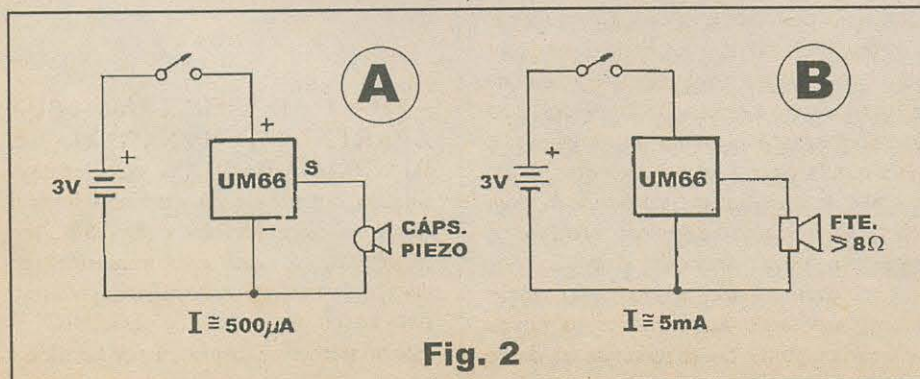
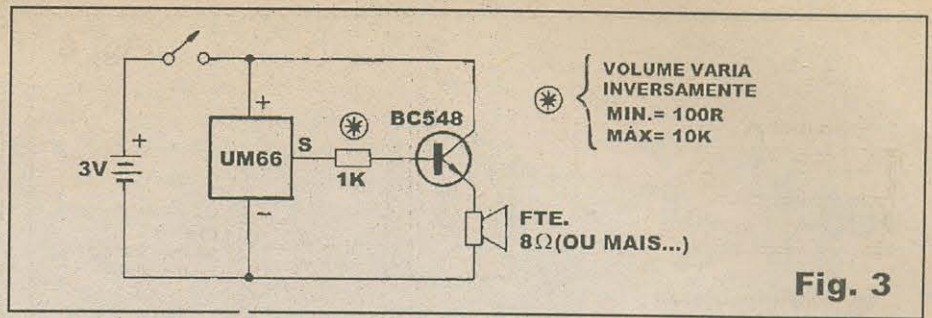

Fig. 2
Fig. 3
- FIG. 2 - CIRCUITAGEM TÍPICA PARA EXTRAÇÃO DA MELODIA...
- FIG. 3 - DIAGRAMA ESQUEMÁTICO DE UM CIRCUITINHO PRÁTICO - O esqueminha mostra o pequeno circuito prático, objeto da presente montagem introdutória para o UM66... Com o acréscimo de apenas mais dois componentes - um resistor de 1K e um transistor universal NPN, tipo BC548 - poderemos obter num falantinho, um volume sonoro e uma qualidade de áudio sensivelmente superiores às conseguidas em qualquer dos arranjos mostrados na **FIG. 2**...! É importante notar que o volume final do som varia inversamente com o valor realmente atribuído ao resistor... Recomendamos que o dito resistor seja dimensionado nos 1K indicados, porém se o caro leitor/hobbysta quiser fazer experiências, deve ater-se à faixa que vai de 100R até 10K